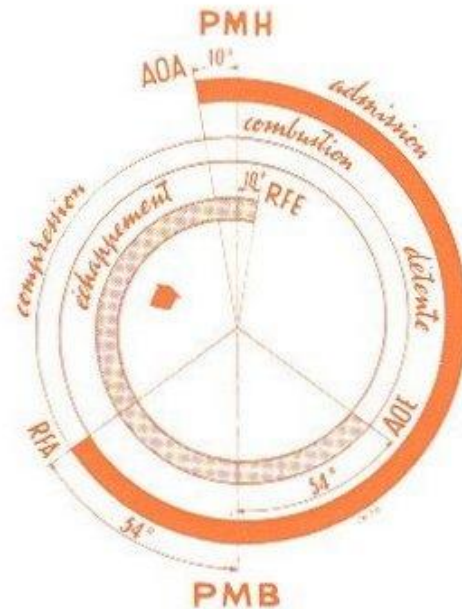

FIG. 25. - Diagramme.
- Faire tourner le vilebrequin de quelques degrés en avant et en arrière, de manière à pouvoir contrôler si le commencement d'ouverture et de fermeture des soupapes se produit bien dans une position symétrique du repère **P.M.S.** du volant par rapport à l'index métallique comme indiqué sur le diagramme (**fig. 25**).